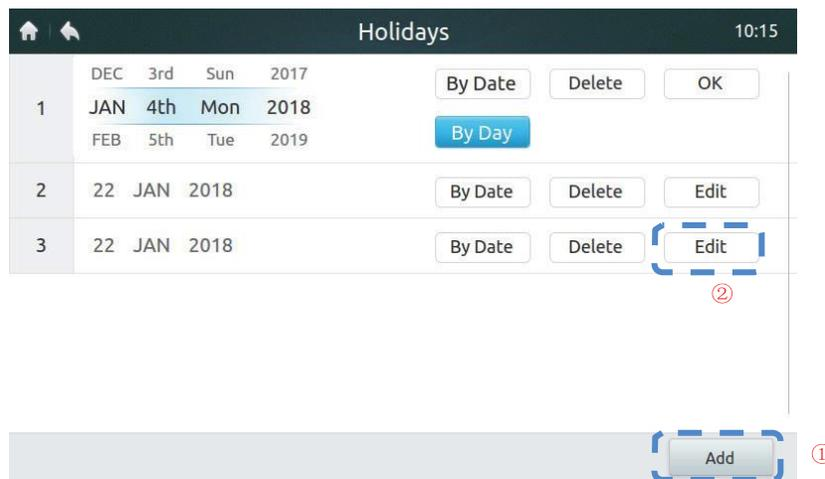

Figura 26
- Pulsar el botón **"ADD"** (Agregar) marcado "1" en la **Figura 26**.
- Pulsar el botón **"EDIT"** (Editar) marcado "2" en la **Figura 26**.